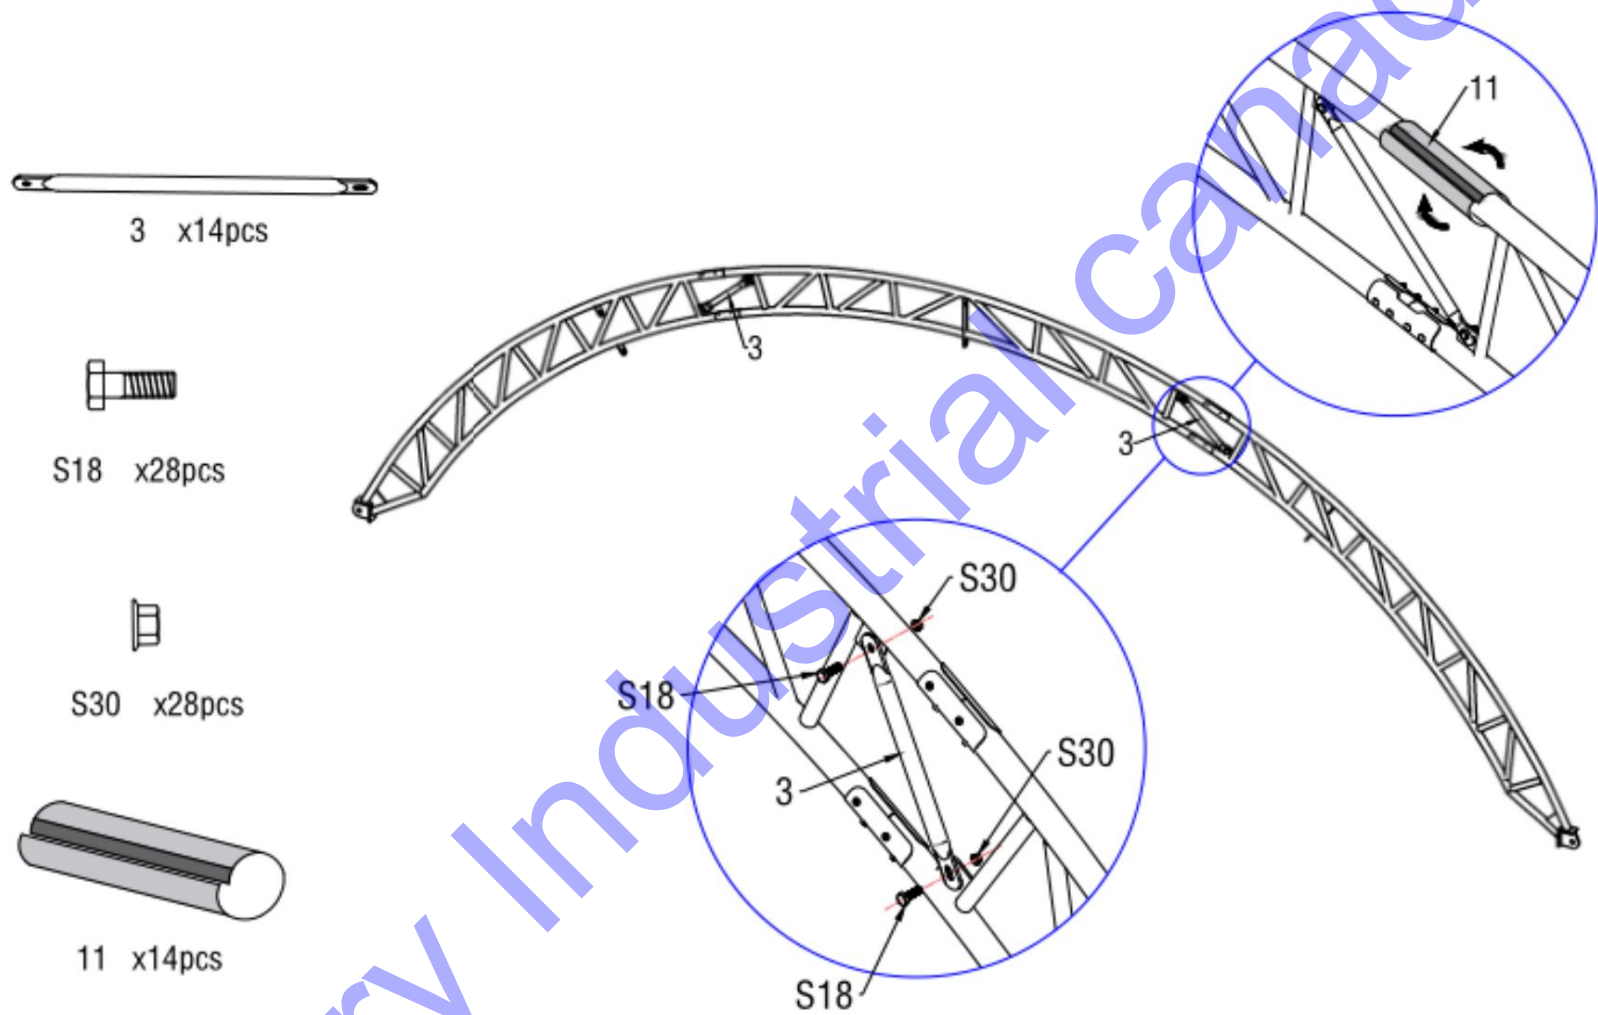

Figure 3
2.2 Comme le montre la figure 3, installez la sangle de support entre l'arche (n° 3) à l'aide du boulon M10x30 mm (n° S18). Placez ensuite le couvercle de protection en PVC sur l'extérieur de la connexion de l'arche pour protéger la couverture du toit des rayures causées par le joint extérieur.